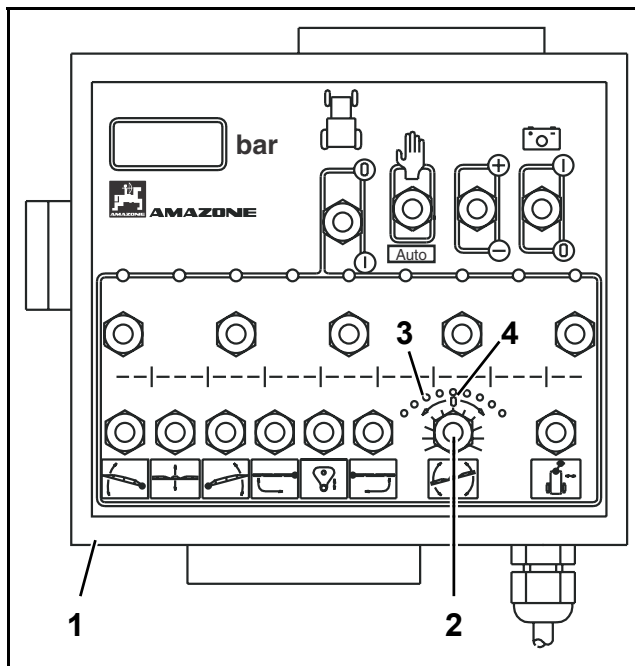

Fig. 8.48
La diode centrale (Fig. 8.48/4) représente la position "0" de la rampe. Si la rampe est réglée parallèle au châssis du pulvérisateur et que ce n'est pas la diode centrale qui s'allume, il faut procéder à un réglage de la "position 0".
- En utilisant la touche (Fig. 8.48/2), alignez la rampe parallèle au châssis du pulvérisateur.